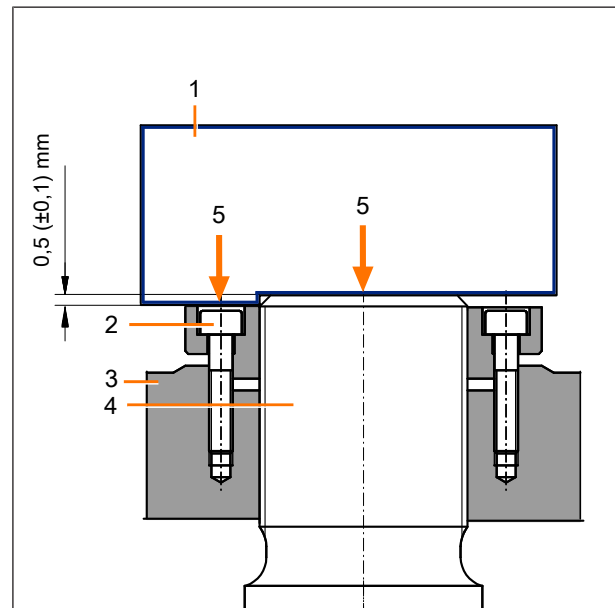

Fig. 1: Strumento regolatore posizionato
**i** Per controllare la corretta regolazione della sporgenza è fornito in dotazione lo strumento regolatore. Il dado di aggiustaggio va regolato in modo che lo strumento regolatore combaci perfettamente con l'estremità della barra e con il dado di aggiustaggio, senza fessure, vedere Fig. 1: Strumento regolatore.